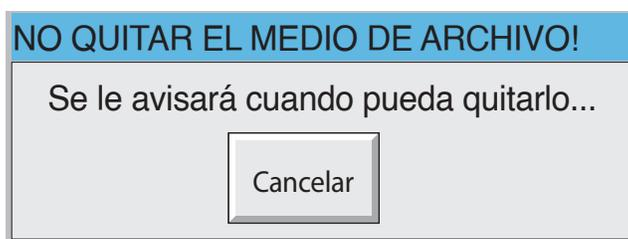

Imagen 2.4.1c Mensaje «No retire los medios de almacenamiento»
3. La tapa se desbloquea durante 5 segundos (para permitirle el acceso al lápiz óptico y al puerto USB frontal), pero aparece un mensaje de advertencia en la pantalla (imagen 2.4.1c).